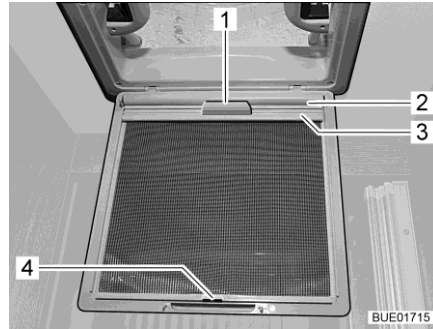

Fig. 113 Persiana oscurecedora enrollable (claraboya)
- Extraer la persiana oscurecedora enrollable (Fig. 113,2) por el tirador (Fig. 113,1) y enganchar el listón de sujeción (Fig. 113,3) en el gancho (Fig. 113,4) en la protección contra insectos.
- Desenganchar el listón de sujeción (Fig. 113,3) del gancho (Fig. 113,4) y regresar la persiana oscurecedora enrollable (Fig. 113,2) lentamente por el tirador (Fig. 113,1).